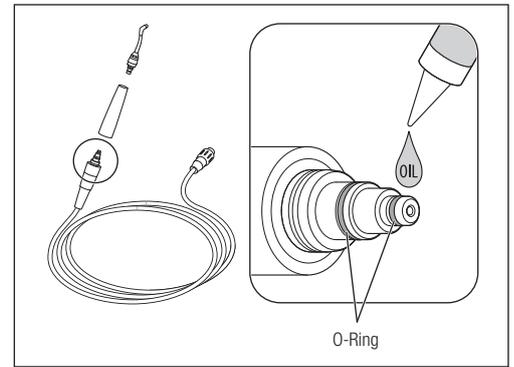

Abb. 45
- 4) Tragen Sie einen Tropfen des mitgelieferten Turbinenöls auf und verreiben Sie es mit dem Finger (Abb. 45).